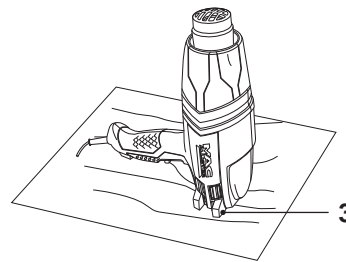

Fig. 5
- > Éteignez l'appareil, placez-le sur son support [3], débranchez-le et laissez-le refroidir (Fig. 5).